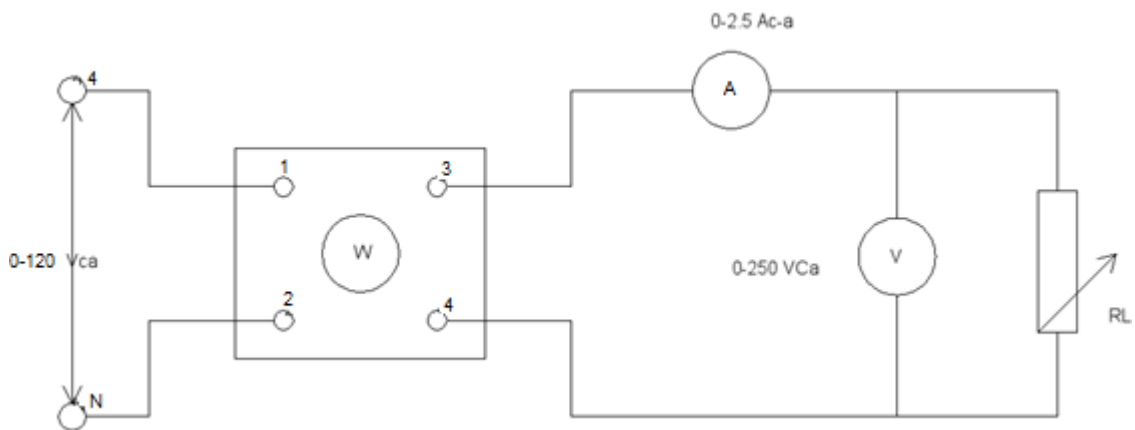
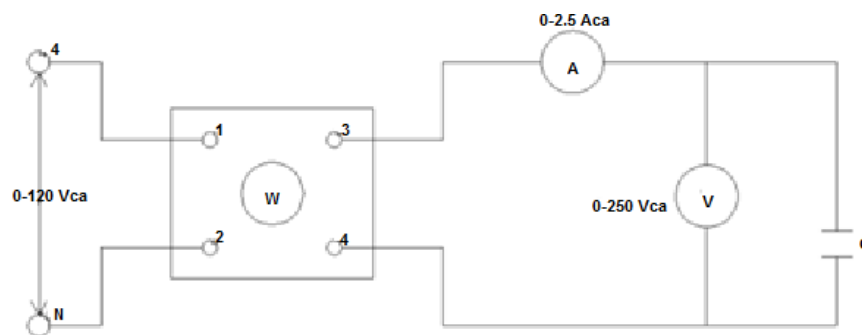
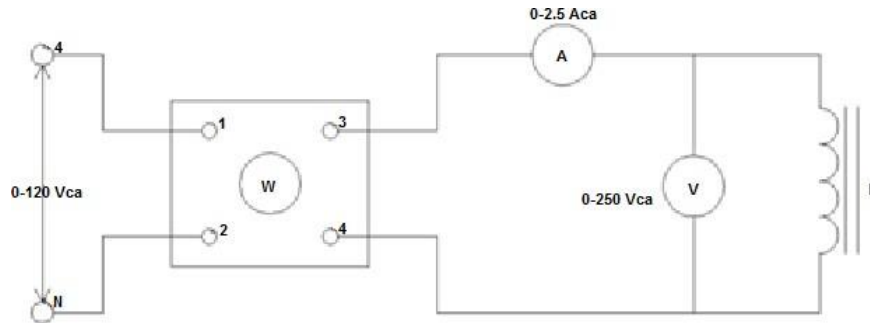

Figura 2
Figura 4
Figura 5
2. Use los módulos EMS de resistencia, vatímetro, medición de c-a y fuente de alimentación para conectar el circuito que se ilustra en la figura 2. Ajuste la resistencia de carga 57 Ohms (todos los interruptores deben estar cerrados y todas las secciones en paralelo).
- a) Conecte de nuevo el circuito como se indica en la figura 2.
- b) Conecte el circuito que aparece en la figura 4. Conecte cada una de las tres secciones de capacitores en paralelo y cierre (ponga en la posición “arriba”) todos los interruptores. Esto proporcionará la máxima capacitancia disponible en el módulo. Observe que este circuito es idéntico al de la figura 2, excepto que en este caso la carga de resistencia se reemplazó con una capacitancia.
- b) Conecte el circuito ilustrado en la figura 5. Conecte cada una de las tres secciones de inductores en paralelo y cierre (ponga la posición de "arriba") todos los interruptores. Esto proporcionará la mínima inductancia posible en el módulo. Notará que el circuito es idéntico al de la figura 2, excepto que la carga de resistencia se ha sustituido con una carga de inductancia.